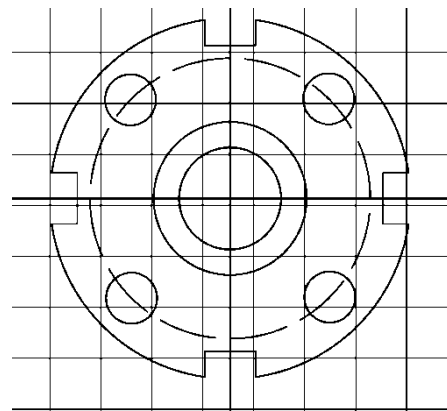

Рис. 46. Построение и размножение окружностей
5. Построение и размножение окружностей (рис. 46):